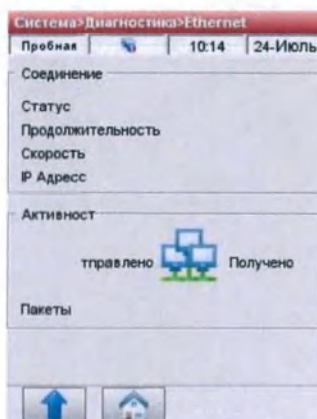

Рис.3-95 Ethernet тест
3. Убедитесь, что статус теста **<Connected>** и что отображаемый IP-адрес прибора действителен (не все нули) (Рис.3-95).